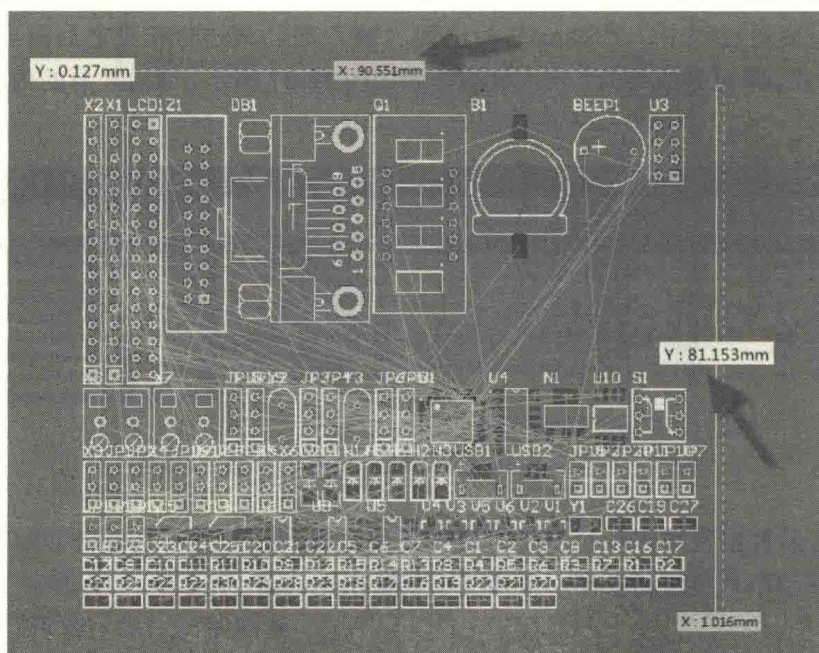

图 12-39 板框尺寸的评估
(1) 由于这个板子是开发板设计，我们自定义板框的大小，那怎么进行评估其多大合适呢？可以全选所有的元件，然后利用“Arrange Component Inside Area”命令，排布到一个大概的区域，板框大概刚刚包裹好这些元件的这个尺寸就可以定义为板框的大小，或者在这个基础上根据实际情况进行一定的调整，并取整数板框尺寸就好了，如图 12-39 所示。这里取值为 100mm×100mm。